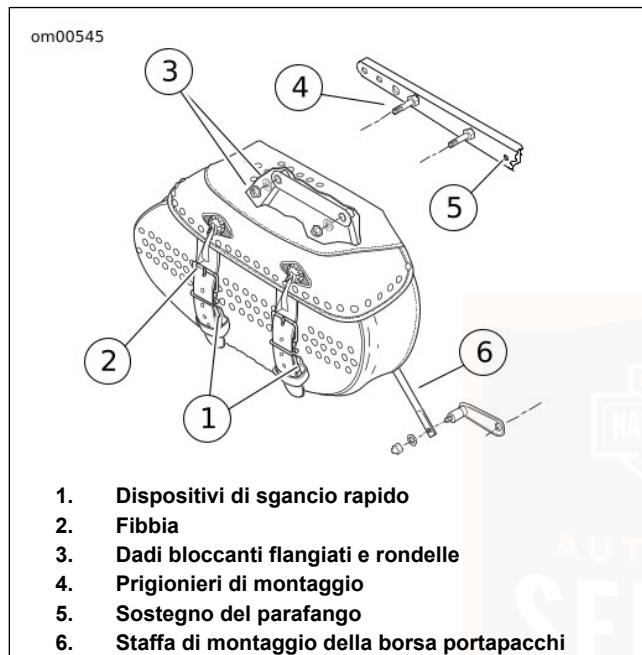

Figura 14. Gruppo borse portapacchi: Viene mostrato il modello FLSTC
1. Vedere Figura 14. Sfibbiare le cinghie delle borse portapacchi.
1. Vedere Figura 14. Allineare la borsa portapacchi con i fori di montaggio sul sostegno del parafango.